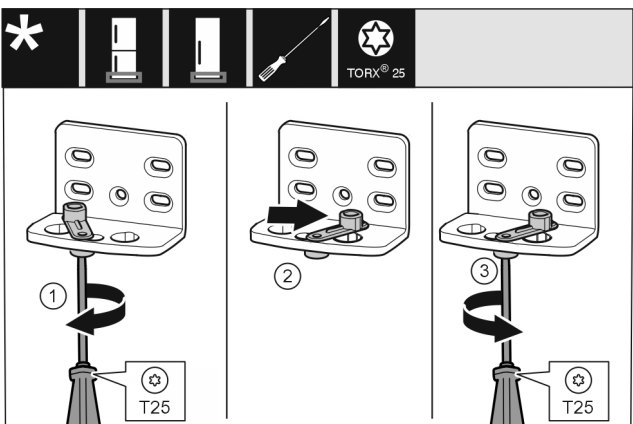

Fig. 13
- Lossa skruven Fig. 13 (1) med skruvmejseln.
- Lyft dörrstängningshjälpen Fig. 13 (2) och vrid den 90° åt höger i hålet.
- Skruva fast skruven Fig. 13 (3) med skruvmejsel.